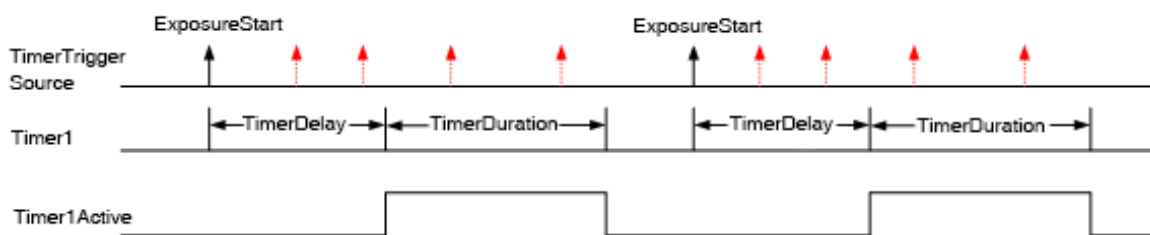

图 8-64 Timer1Active 与曝光开始信号的关系
- 1) 从定时器开始启动到 Timer1Active 完整输出, 这个过程不会被曝光开始信号打断, 即 Timer1Active 必须完整输出, 才能根据下一个曝光开始信号开始计时。如图 8-64 所示, 红色的曝光开始信号是被忽略的。